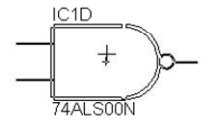

図3-4
(4)例えばNAND(ライブラリ名は74LS00N)を選択し、OKボタンをクリックすると、図3-4のように部品が現れるので、適当な位置に配置します。部品は連続して配置でき、右クリックで配置する方向を変えることができます。